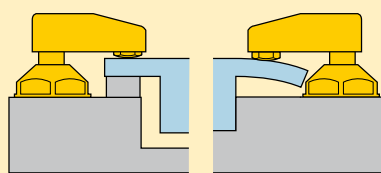

Figura 6
- Un pezzo da lavorare dovrà essere sottoposto a forze di bloccaggio solo se esso è appropriatamente supportato da un solido punto di sostegno, come illustrato in Figura 6.